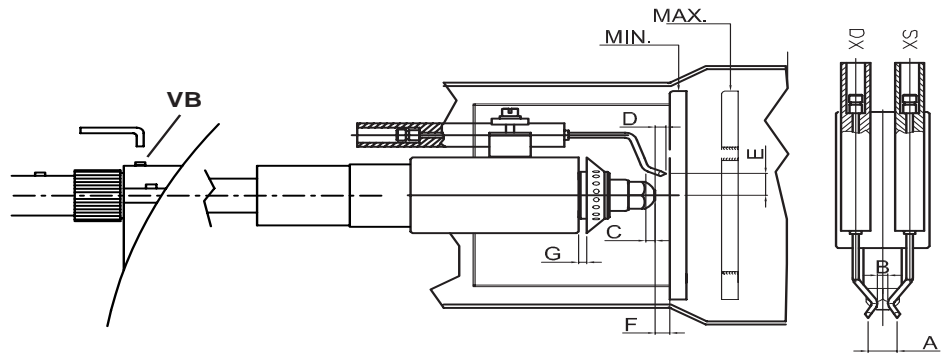

Fig. 46
- Control y limpieza de los electrodos de encendido, su regulación y, si fuese necesario, sustituirlos (véase Fig. 46).